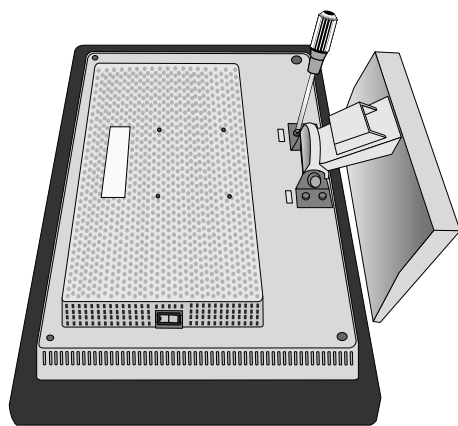

Рисунок R.2
4. Отвинтите 4 винта, крепящие монитор к подставке, и снимите сборную подставку (**Рисунок R.2**). Теперь монитор готов к установке в другом положении.